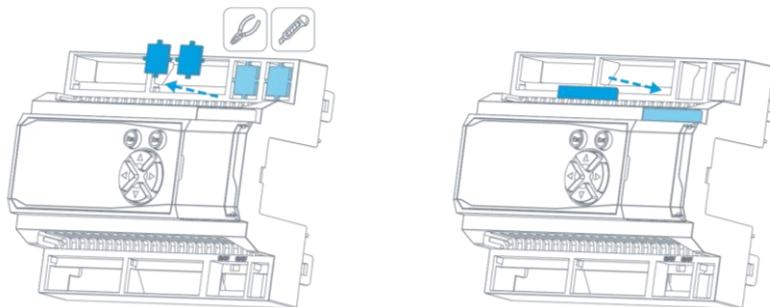

Рис. 66 – Удаление заглушек, наклейка шильдика
- В зависимости от типа выбранного сетевого модуля, удалите одну или обе заглушки корпуса, и приклейте маркировочный шильдик из его комплекта поставки как показано на Рис. 66;